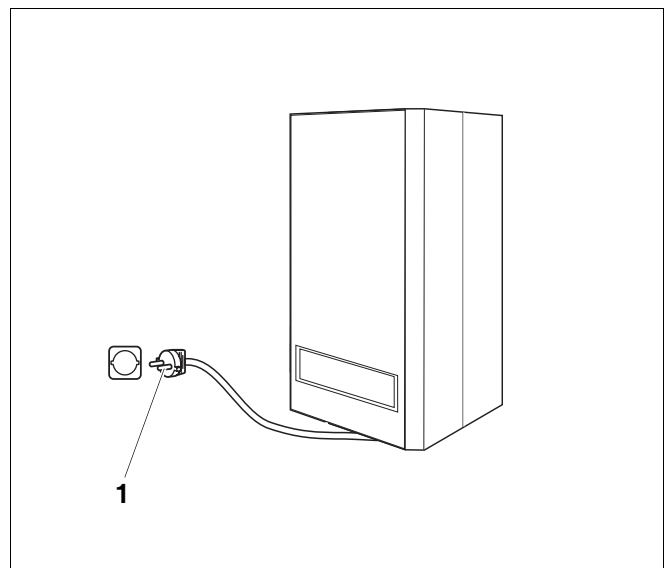

Bild 20 Netzstecker einstecken
- Stecker (→ Bild 20, [1]) des Netzkabels in eine Schutzkontaktsteckdose stecken.